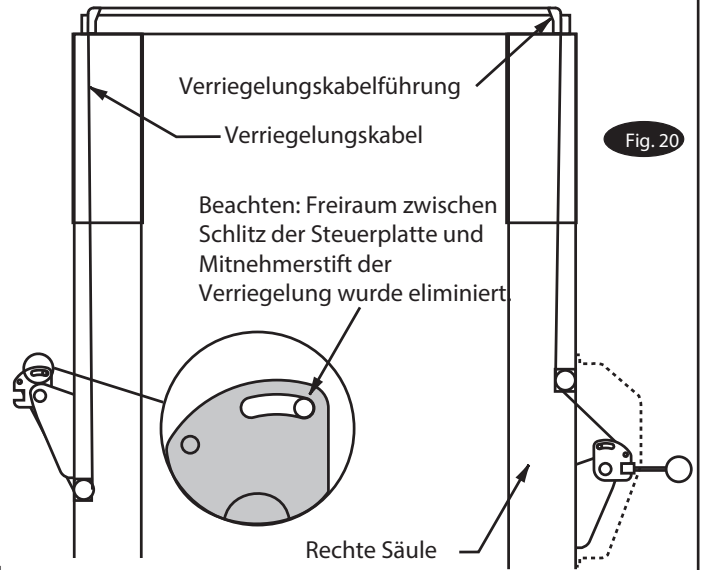
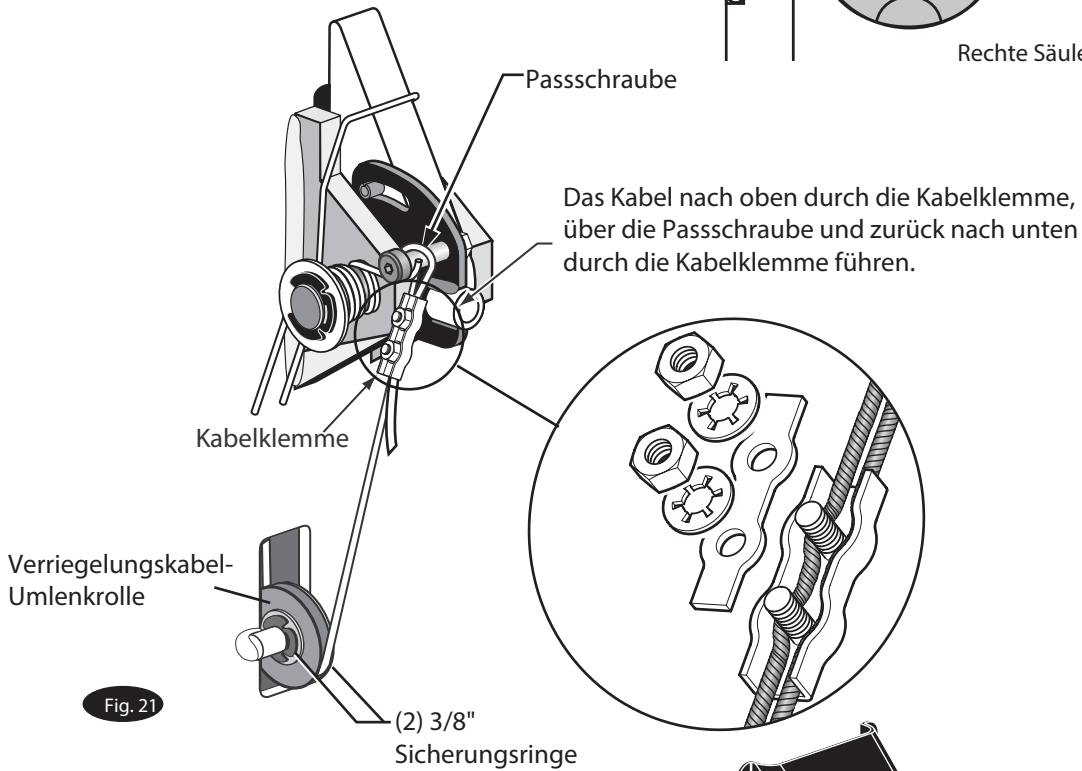

Fig. 20
Fig. 21
- E) Das Kabel in der Säule nach oben und durch die Verriegelungskabelführung führen, siehe Abb. 18a und Abb. 20.
- G) Das Kabel in der linken Säule nach unten führen und das Kabelende durch den Schlitz in der unteren Verriegelungskabel-Umlenkrolle zur Außenseite der Säule führen (Abb. 21).
- H) Das Kabel unter die Verriegelungskabel-Umlenkrolle führen (Abb. 21).
- J) Das Kabel in der Kabelklemme an einer Seite einsetzen, um die Passschraube und wieder nach unten führen und an der anderen Seite der Kabelklemme einsetzen (Abb. 21). Das Oberteil wieder auf der Klemme anbringen und etwas festziehen.
- K) Dann die Steuerplatte nach unten ziehen (Abb. 20 und Abb. 21), um jeglichen Freiraum zwischen dem Schlitz der Steuerplatte und dem Mitnehmerstift der Verriegelung zu eliminieren (Abb. 20).